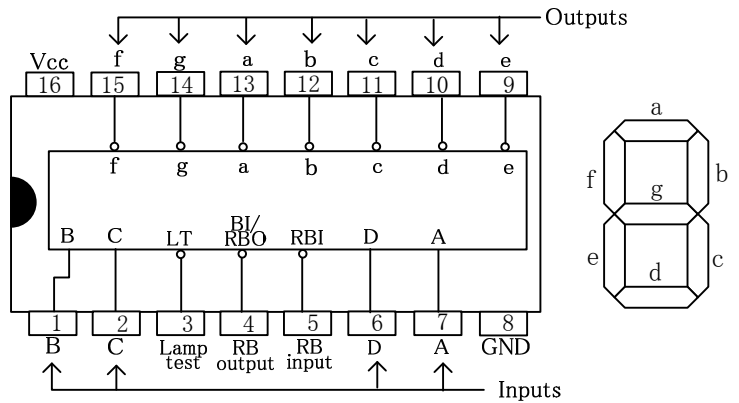
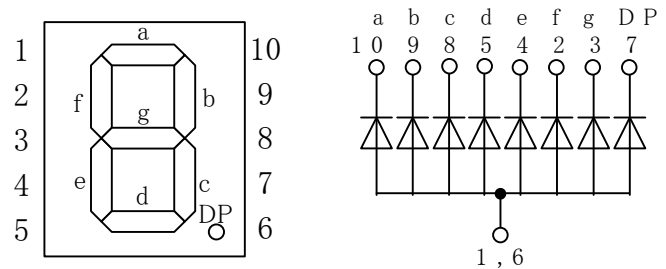

図6-7 7セグデコーダIC (7447) の回路図
図6-8 7セグ (GL9A040G) の回路図
- (1) 各ICの回路図は図6-6、図6-7を参考にする。7セグは図6-8を参考にする。